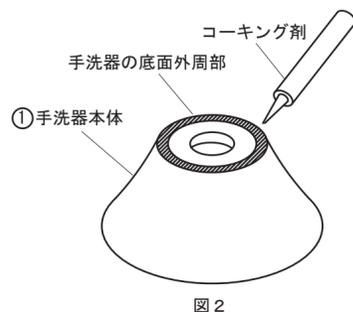

図2
- 2) ①手洗器本体の底面外周部にシリコン系コーキング剤を塗布します。(図2参照)